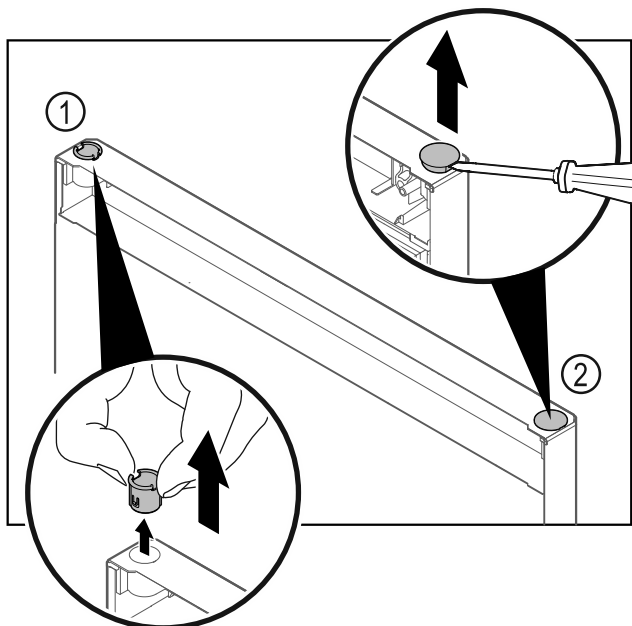

Fig. 27 Vrata hladnjaka
- Izvucite čahuru šarke Fig. 27 (1) prstima.
- Odvijačem s ravnom glavom oprezno podignite čep Fig. 27 (2) i izvadite ga.